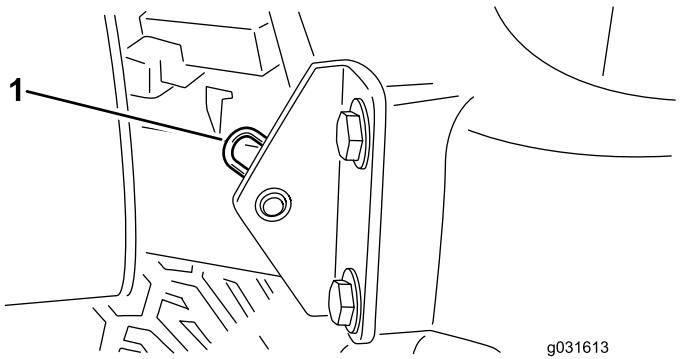

Figure 63
2. Retirez la goupille fendue qui fixe le pivot de capot aux supports (Figure 63).